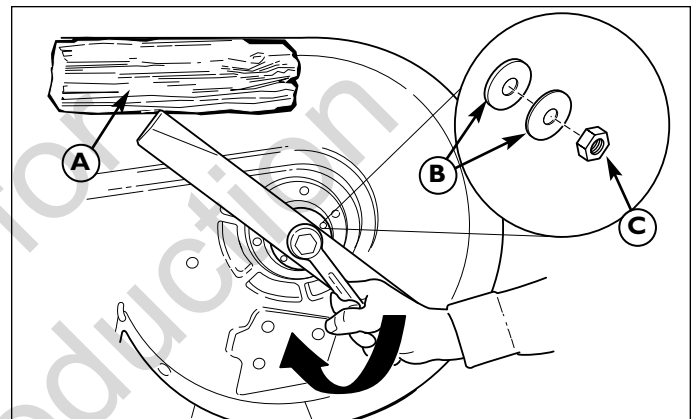
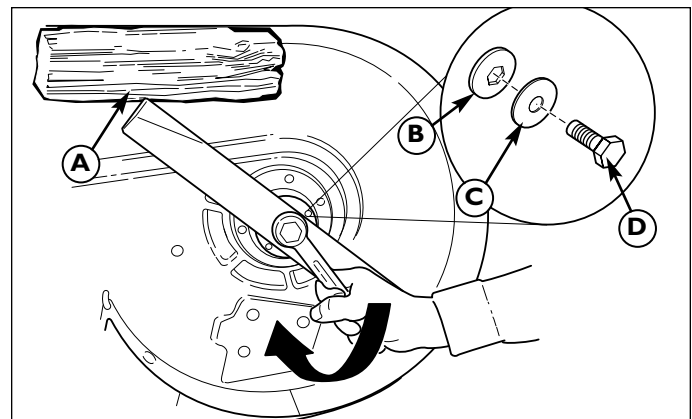

Figura 20. Instalación de la cuchilla en los cortacésped (cortacésped de 97 y 107 cm [38 pulg. y 42 pulg.]
Figura 21. Instalación de la cuchilla en los cortacésped (cortacésped de 97 y 107 cm [44 pulg. y 50 pulg.]
3. Retire la tuerca (C, Figura 20), o las arandelas de resorte (B), y la cuchilla. O bien, retire el tornillo de cabeza (D, Figura 21), la arandela hexagonal (B), la arandela de resorte (C) y la cuchilla.
6. Vuelva a instalar la cuchilla (Figura 21) con las lengüetas apuntando hacia la plataforma del cortacésped como se muestra.
7. Vuelva a instalar la arandela grande (B, Figura 20), las arandelas de resorte (B) y la tuerca (C). Use un bloque de madera (A) para evitar que la cuchilla gire mientras aprieta la tuerca (C) de 95 a 108 Nm (70 a 80 lb-pie). O vuelva a instalar la arandela hexagonal (B, Figura 21), la arandela de resorte (C) y el tornillo de cabeza (D). Use un bloque de madera (A) para evitar que la cuchilla gire mientras aprieta la tuerca (C) de 61 a 75 Nm (45 a 55 lb-pie).